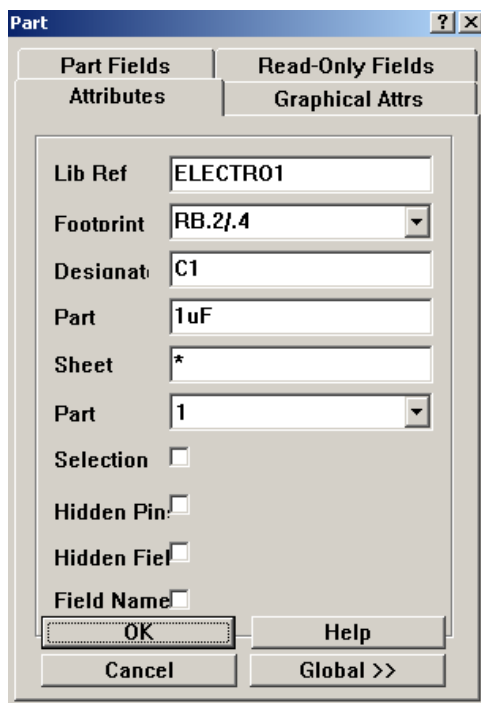

图 1-10 C1 属性对话框填写
- ▲ **技巧 2:** 通过修改元件属性对话框 Graphical Attrs 页的 Orientation 栏角度同样可以改变元件放置的位置，如图 1-10 所示。